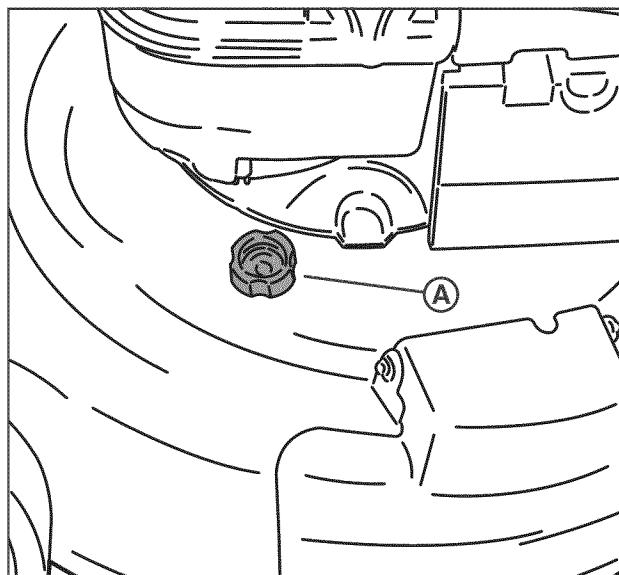

Figure 20: Orifice de lavage
5. Branchez l'extrémité mâle d'un tuyau d'arrosage standard sur le connecteur de l'orifice de lavage (A, Figure 20, page suivante).